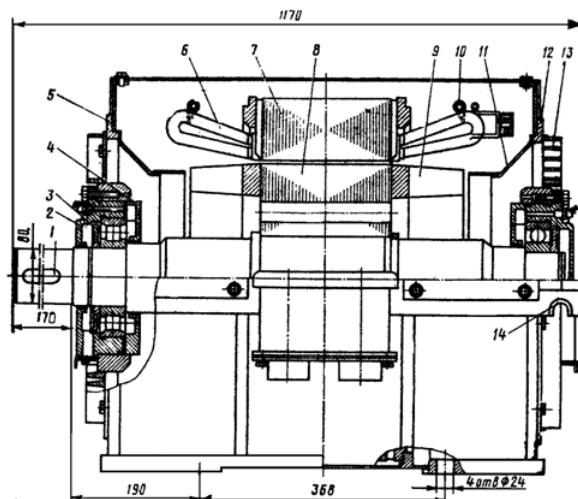

Рис. 2. Общий вид асинхронного двигателя асинхронного двигателя с высотой оси вращения $h = 280$ мм.
1. Назовите элемент 14, изображённый на рис. 2.